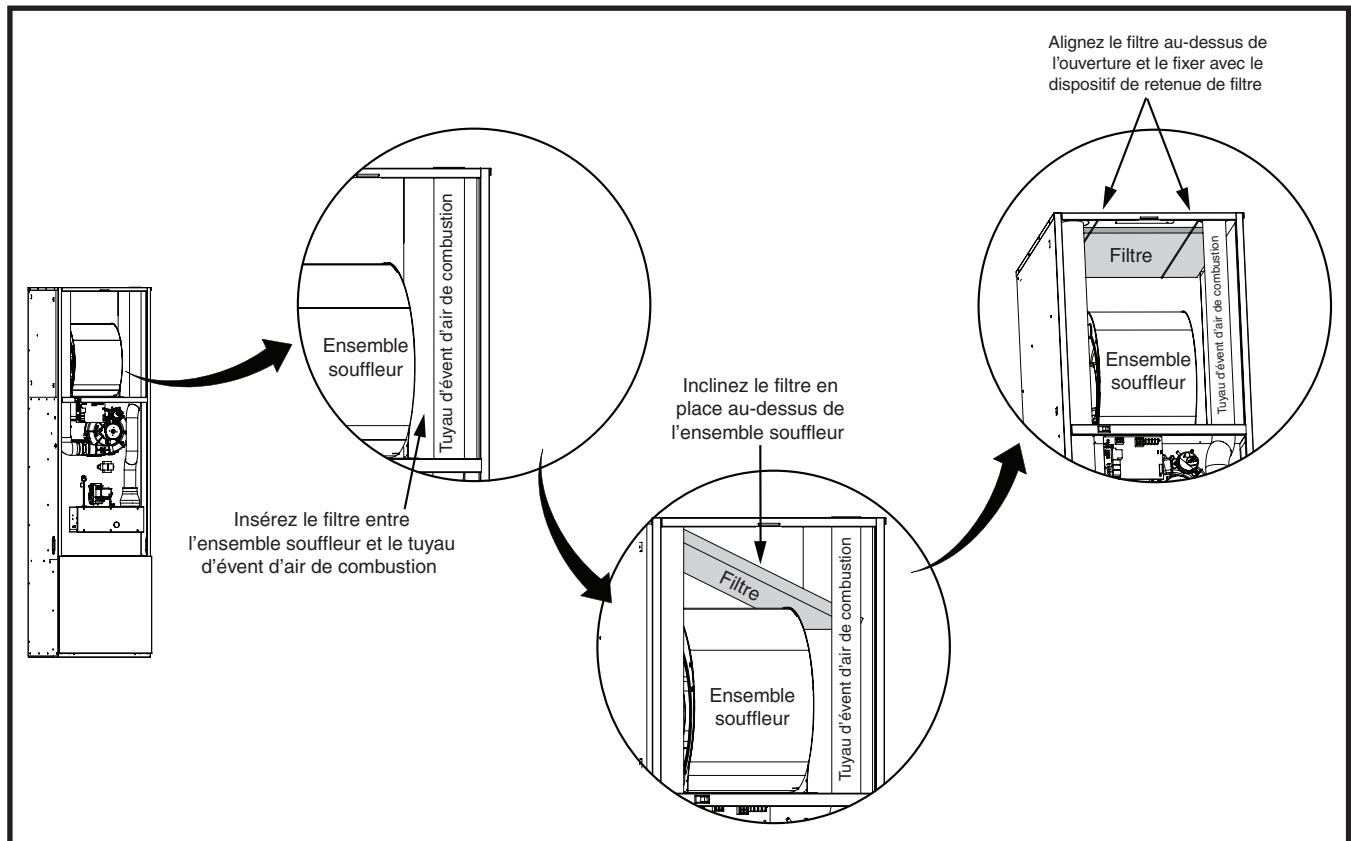

Figure 7. Installation du filtre
1. Glissez le filtre de 46 cm x 46 cm x 2,5 cm dans l'espace entre le tuyau d'air de combustion et l'ensemble souffleur. Voyez la Figure 7 \(page 12\). **REMARQUE** : Assurez-vous que les flèches de circulation d'air du filtre pointent vers l'ensemble souffleur.
4. Alignez uniformément le filtre au-dessus de l'ouverture au haut de l'armoire de la fournaise, puis placez l'autre extrémité du dispositif de retenue de filtre au-dessus du rebord dans le panneau supérieur de la fournaise. **REMARQUE** : Pour bien fixer le filtre, assurez-vous que le dispositif de retenue de filtre est bien positionné dans le panneau supérieur de la fournaise. Il ne doit y avoir aucun espace d'air visible. Le dispositif de retenue peut glisser légèrement vers la gauche ou la droite, mais il ne doit y avoir aucun mouvement de l'avant à l'arrière. Voyez la Figure 7.